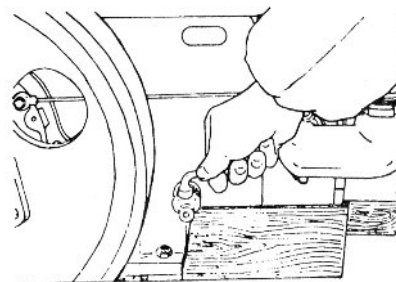

Fig.9- Drenagem da água da Caldeira Hooper.
(1) Depois que o motor já estiver funcionando, confira se o flutuador vermelho do indicador de óleo lubrificante está visível. Também confira se existe no motor ruídos anormais.
(2) No início de funcionamento, é rigorosamente proibido trabalhar com o motor em alta rotação e com carga plena. Mantenha o motor em baixa rotação e sem carga por 5 a 10 minutos e então aumente a velocidade gradualmente. A carga completa só é permitida quando estiver quase fervendo a água da caldeira "Hooper". Não é permitido o uso do motor quando a cor da fumaça que sai do escapamento for de cor negra.
(3) Observe freqüentemente a vareta vermelha de nível de água da caldeira hooper. A caldeira hooper deve ser reabastecida imediatamente quando abaixa o nível de água na boca.
(4) Para parar o motor, é aconselhável retirar a carga e diminuir gradualmente a rotação e manter em marcha lenta por alguns minutos; posicione o acelerador na posição PARADA, o motor vai parar.
(5) No inverno, quando o motor ficar parado por longo período de tempo, a caldeira de água hooper deve ser esgotada completamente através da torneira para evitar a ferrugem e a quebra por congelamento (fig. 9).